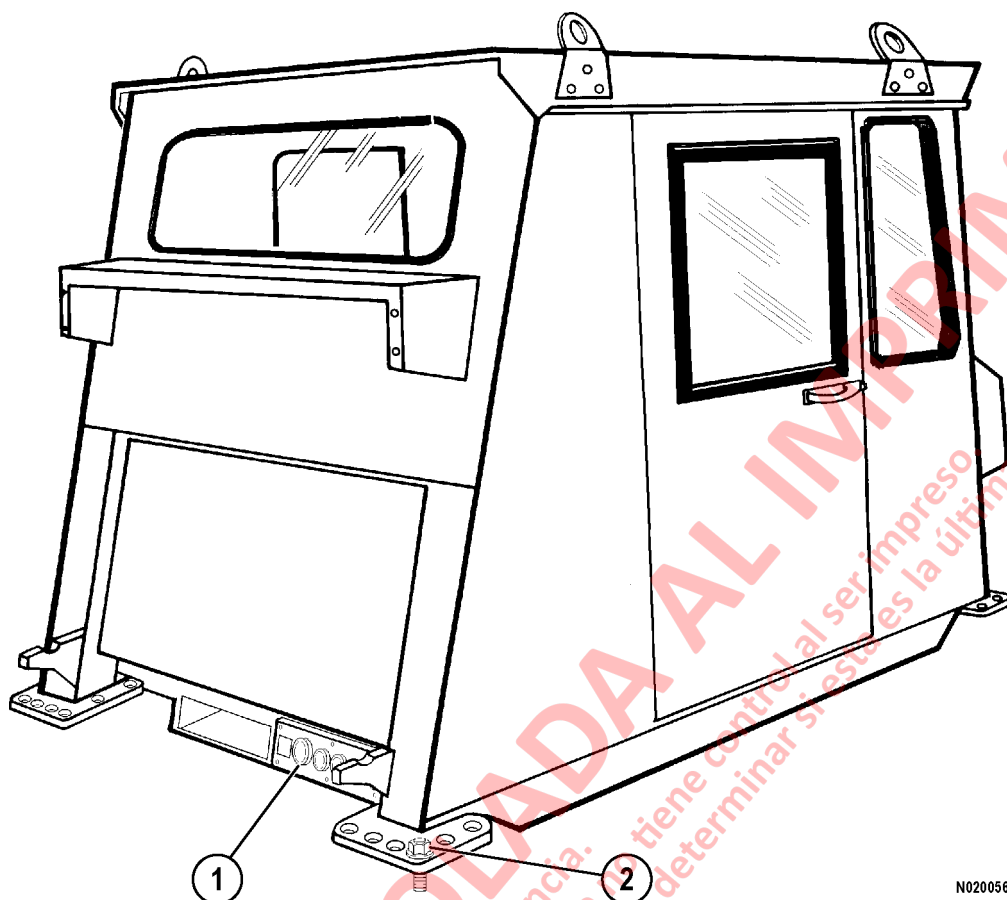

FIGURA 2-2. CONJUNTO DE LA CABINA (VISTA POSTERIOR)
5. Desconecte los arneses de cables de la placa de conectores de la cabina (1, Figura 2-2) en la parte trasera de la cabina.
11. Retire el elemento de montaje de la cabina (2, Figura 2-2) desde los soportes de montaje de cada esquina de la cabina.
4. Direccione los arneses de cables hacia la placa de conectores de la cabina (1, Figura 2-2) en la esquina trasera de la cabina. Alinee la llave del tapón del conector de cable con la llave del receptáculo y empuje el tapón hacia el receptáculo. Cuidadosamente, atornille el retén en el receptáculo y apriételo firmemente. Instale cualquier abrazadera que haya retirado durante el desmontaje de la cabina.